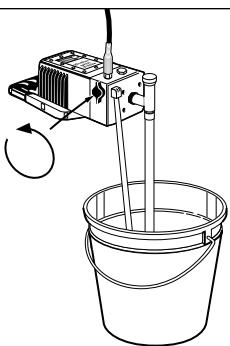

Figura 18- Instrucciones para girar el control Prime/Spray
1. Coloque el control "Prime/Spray" en "Prime" (Vea la Figura 18).